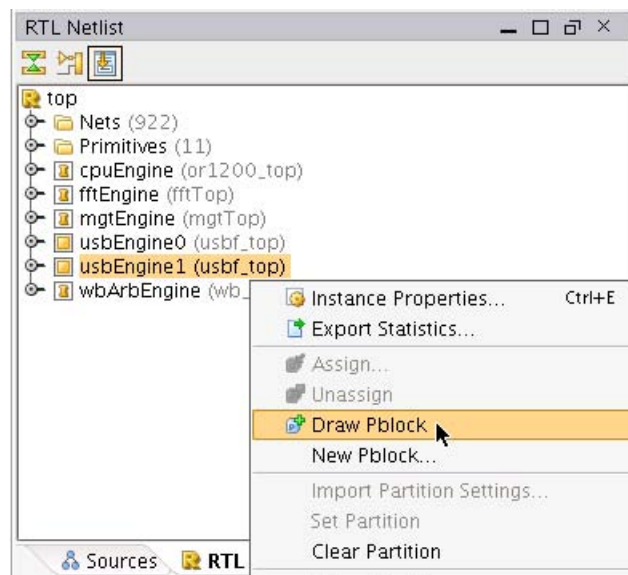

図 1-3 : [Draw Pblock] の選択
1. [Netlist] ビューで **usbEngine1** を右クリックし、[Draw Pblock] をクリックします (図 1-3)。